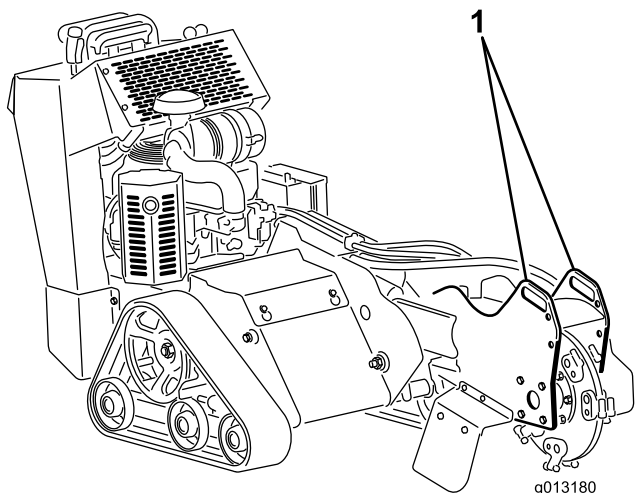
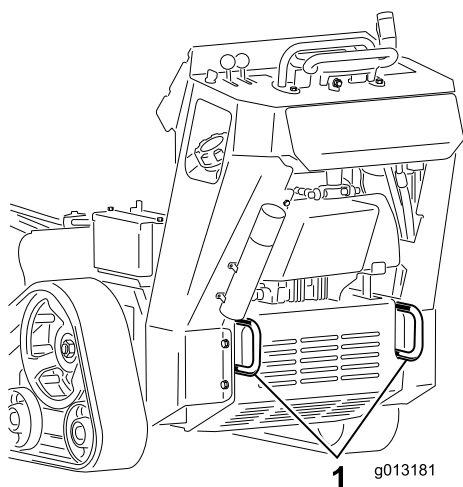

Figura 23
Figura 24
3. Sujete la máquina al remolque con cadenas o correas usando los puntos de amarre/izado situados en la parte delantera y trasera de la máquina (Figura 23 y Figura 24).
Puede izar la máquina usando los puntos de amarre/izado (Figura 23 y Figura 24).